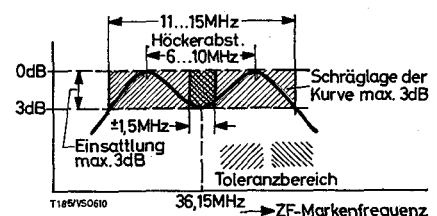

Abb. 45
5. Wobbler und Kanalwähler vom Bandende zum Bandanfang (K21 / 2,2 V) durchstimmen und prüfen, ob die Durchlaßkurve im Toleranzschema (siehe Abb. 45) liegt.